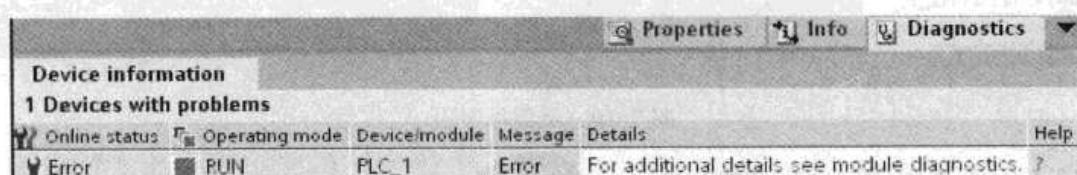

图 7-11 用监视窗口诊断硬件
- 3) 打开在线与诊断视图后，使用下面的监视窗口的“Diagnostics”选项卡的“Device Information”区进行诊断（见图 7-11）。点击“Details”（详细）列中蓝色的字符，将打开链接的 CPU 模块的诊断缓冲区。点击“Help”（帮助）列蓝色的问号，将打开链接的进一步的信息。